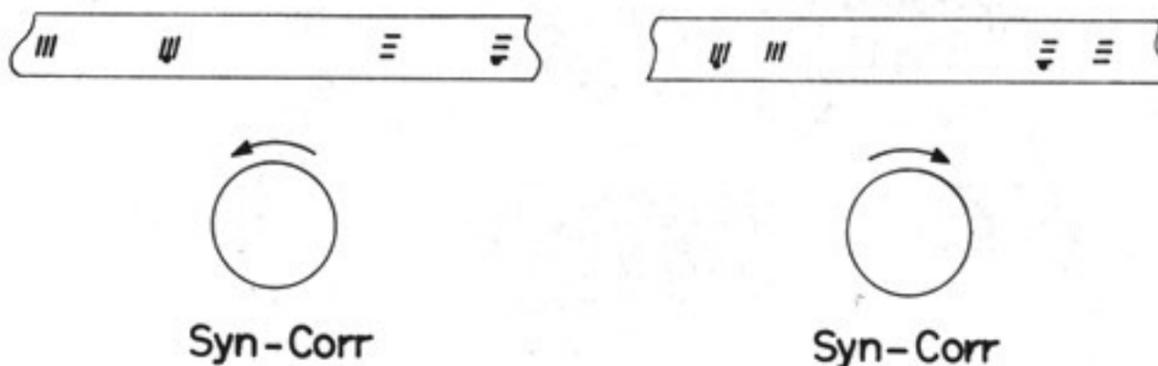

Fig 7
37. Andernfalls werden die Synchronisierzeichen empfangsseitig abgedruckt (Fig 7) und können dort durch Nachstellen des Klarzählwerks zum Verschwinden gebracht werden.